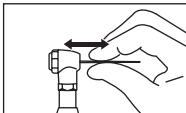

Fig. 3
- Verifique se a lima está bem presa, puxando-a antes da utilização. (Fig. 3)